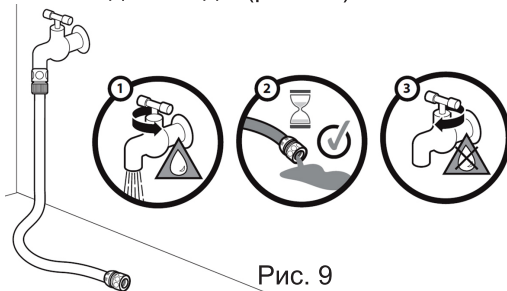

Рис. 9
5. Расправьте шланг подачи воды (в комплектацию не входит). Промойте шланг чистой водой (рис. 9).